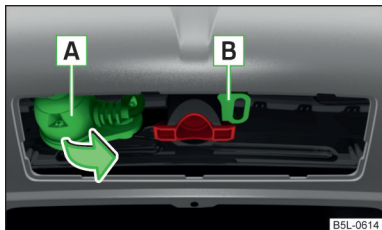

Fig. 152
- Gire hacia fuera el enchufe de 13 polos **A** en el sentido de la flecha » fig. 152.
- Introducir el conector del remolque/cable en el enchufe de 13 polos **A** » fig. 152. (Si el remolque/accesorio dispone de un conector de 7 polos, usar una reducción correspondiente de los accesorios originales de ŠKODA).